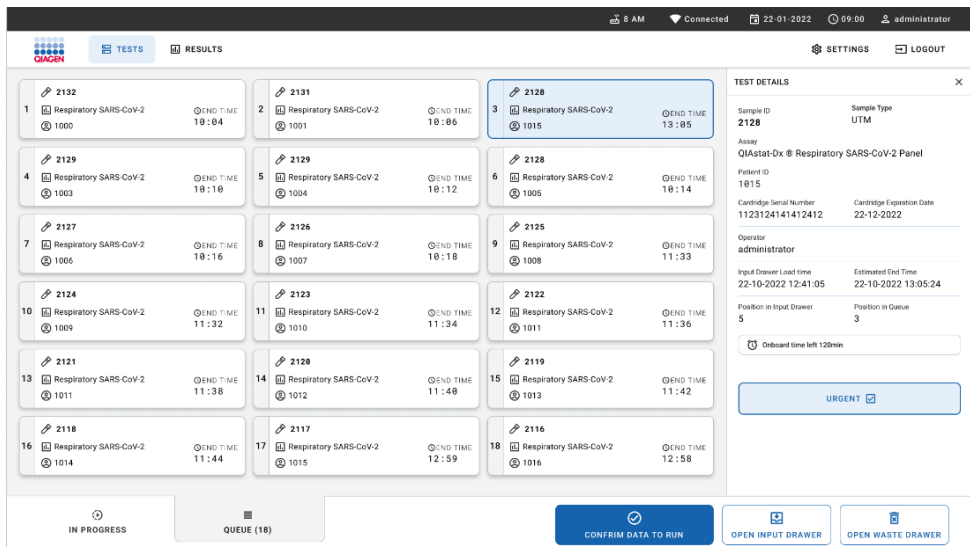
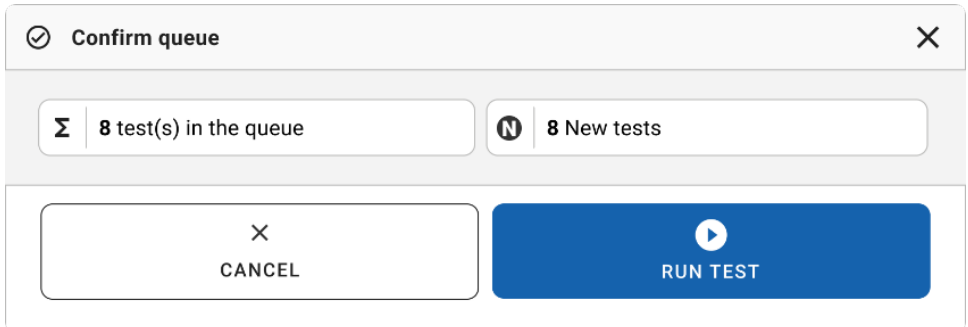

图 63.带有显示选定检测附加信息的样本队列屏幕。
图 65. Confirm queue (确认队列) 对话框
如果您在触摸屏上选择某项测试，屏幕的查看详细信息部分会显示附加信息（图 63）。
14. 当所有显示的数据都正确无误时，按下屏幕底部的 **Confirm data to run**（确认数据运行测试）按钮（图 63）。之后，需要操作员再次确认才能运行测试（图 65）。